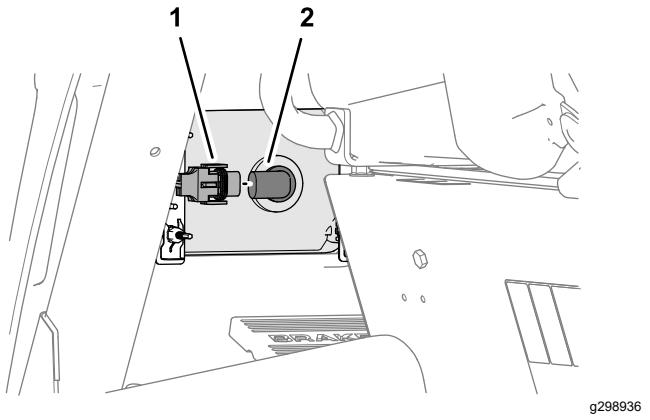

Figura 59
1. Desenchufe el conector del faro del arnés de cables de la máquina del conector de la lámpara del faro (Figura 59).